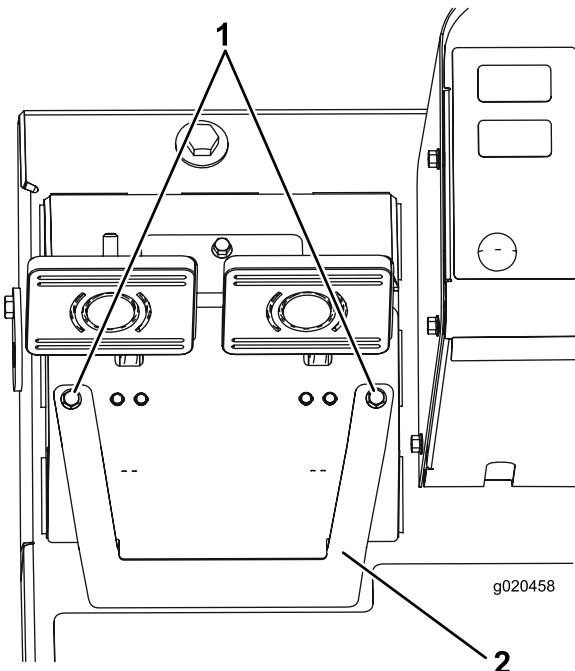

Рисунок 70
- A. Ослабьте 2 крепежных винта и снимите крышку регулировки тормоза (Рисунок 70).